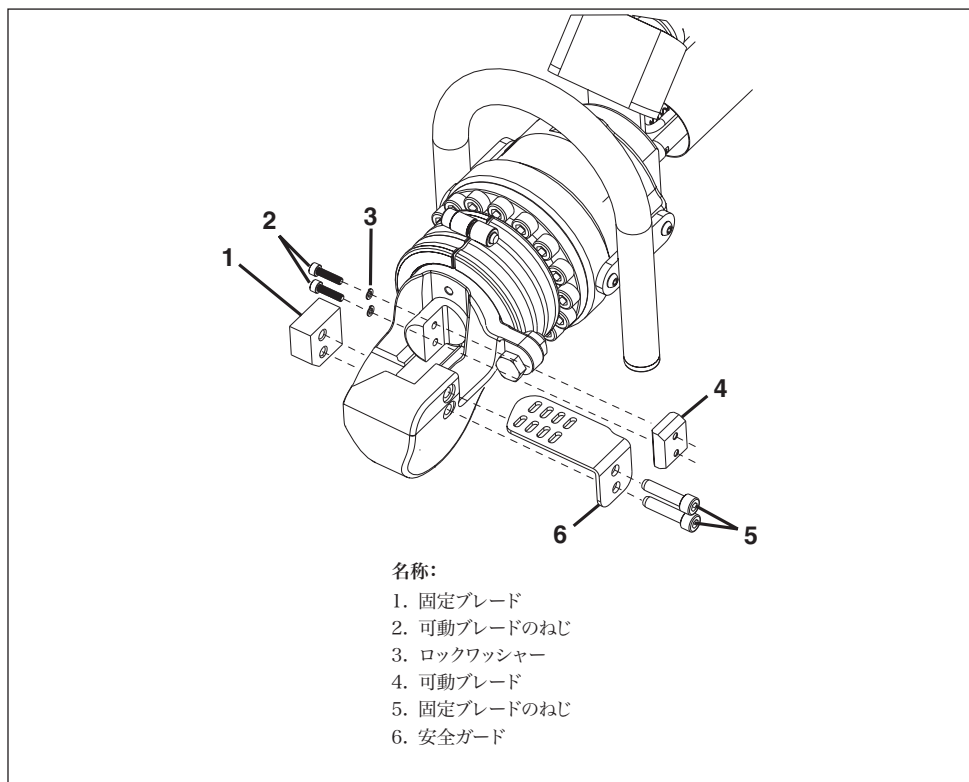

図11:ブレードの交換
以下に記載の手順で固定ブレードを交換します。図11の項目1と項目2を参照してください。
1. ポンプを始動します。ピストンを「ホーム」(完全に格納された状態)位置に移動させます。図11を参照してください。
5. 固定ブレードの2本のねじ(図11、項目5)と安全ガード(図11、項目6)を取り外します。
6. 摩耗した固定ブレード(図11、項目1)を取り外し、新品の固定ブレードと交換します。
7. 新品の2本の固定ブレードねじ(図11、項目5)と安全ガードを取り付けます。新品の固定ブレードねじは新品の固定ブレードに同梱されています。18 ft-lb [25 Nm] のトルクをかけます。Loctite 243または同等品を塗布します。
1. ポンプを始動します。ピストンを可動ブレードのねじに手が届くようになるまで伸ばします。図11を参照してください。
4. 可動ブレードの2本のねじ(図11、項目2)とロックワッシャー(図11、項目3)をカッターの側面から緩めて取り外します。
5. 摩耗した可動ブレード(図11、項目4)を取り外します。
6. 新品の可動ブレード(図11、項目4)を挿入します。
7. 可動ブレードねじ(図11、項目2)を取り付け、53 in-lb [6 Nm] のトルクで締め付けます。Loctite 243または同等品を塗布します。